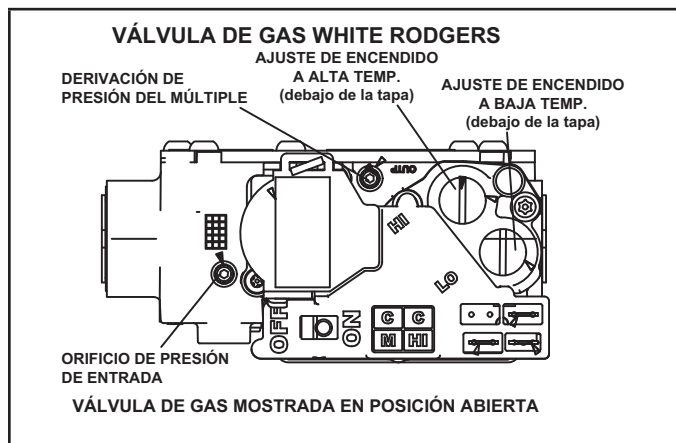

FIGURA 63
Operación de la válvula de gas (FIGURA 63)
- 6 - Mueva el interruptor de la válvula de gas a la posición **APAGADO**. Ver la FIGURA 63.
- 8 - Mueva el interruptor en la válvula de gas a la posición **ENCENDIDO**. Ver la FIGURA 63
Un tapón roscado en la válvula de gas permite acceso a la presión de suministro. Ver la FIGURA 63. Retroceda el tornillo hexagonal de 3/32 una vuelta, conecte un tubo de 5/16 y conéctelo a un manómetro para medir la presión de suministro. Ver la TABLA 16 para la presión de la línea de suministro.
Un tapón de presión del múltiple en la válvula de gas permite acceso a la presión del múltiple. Ver la FIGURA 63. Retroceda el tornillo hexagonal de 3/32 una vuelta, conecte un tubo de 5/16 y conéctelo a un manómetro para medir la presión del múltiple.
- 5 - Haga ajustes si es necesario. La FIGURA 63 muestra la ubicación de los tornillos de ajuste de encendido de alta y baja temperatura.